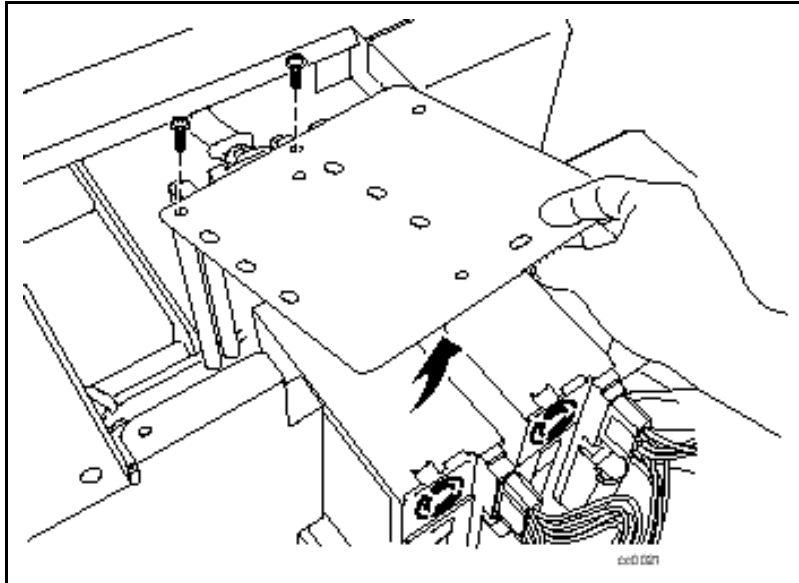

Figura 4. Extracción de la cubierta de montaje de la unidad superior
3. Extraiga los tornillos que fijan la cubierta de montaje de la unidad superior al chasis (vea la Figura 4).